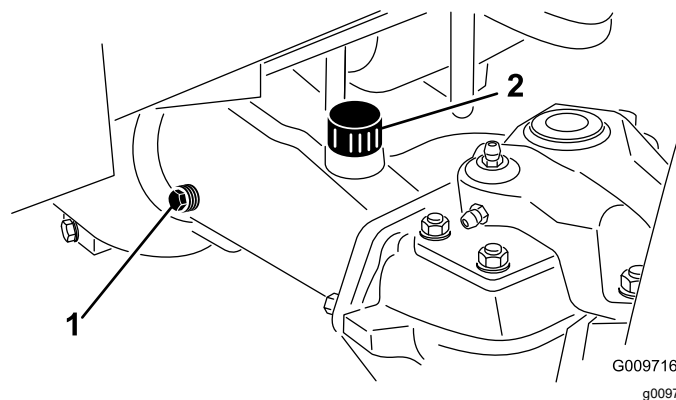

Рисунок 134
4. Для облегчения слива масла снимите 2 пробки контрольных отверстий в картерах моста и пробку заливного отверстия (Рисунок 134).